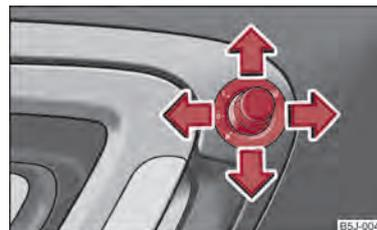

Abb. 36 Türinnenteil: Drehknopf
- Stellen Sie den Drehknopf in die Position  ⇒ Abb. 36.